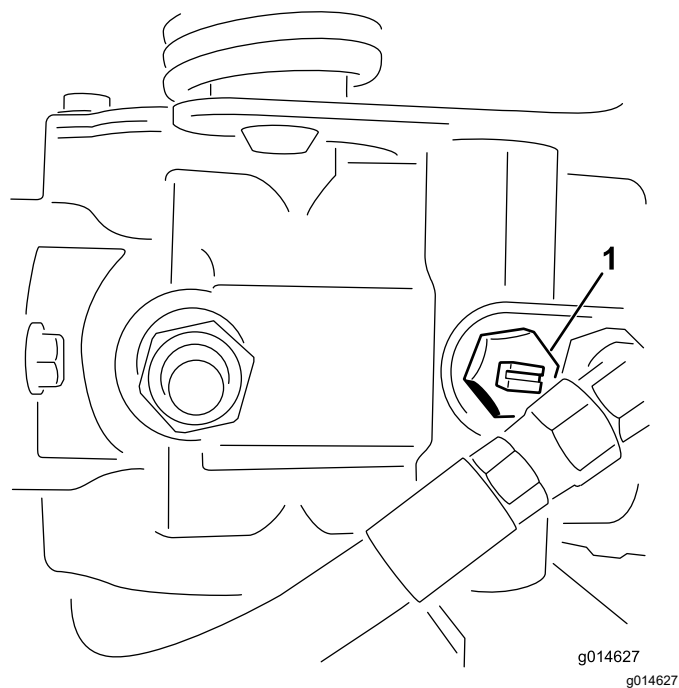

Figura 25
1. Localizați supapa de bypass pe pompă și rotiți-o astfel încât fanta să fie verticală (Figura 25).
2. Înainte de a porni motorul, închideți supapa de bypass rotind-o astfel încât fanta să fie orizontală (Figura 25).